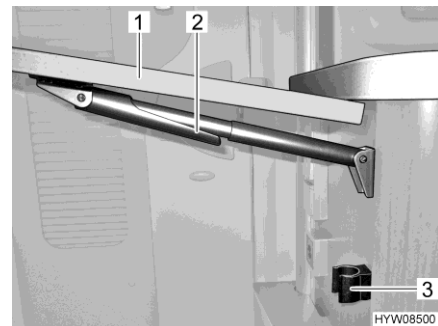

Fig. 58 Plegar la mesa de bar plegable
- Agarrar el extremo de la mesa de bar plegable (Fig. 58,1) y levantar la misma un poco. Con la otra mano girar la fijación (Fig. 58,2) en el soporte telescópico hacia abajo.
- Girar el tablero de la mesa hacia abajo hasta que engatille la fijación del soporte telescópico en el soporte (Fig. 58,3).